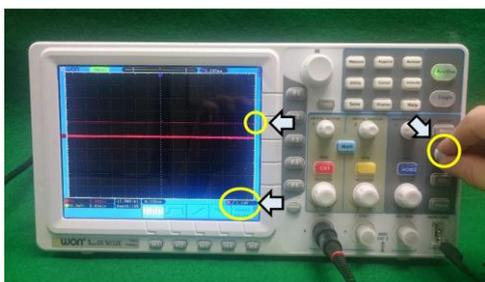

図 A-14 トリガーレベルの調整
- ① トリガー：どのような入力を見るべき信号とするのか決めなくてはならない。このきっかけの事をトリガー（信号と見なす“引き金”）と言う。オシロスコープでは、ある一定値の電圧レベルを超えた場合に信号と見なす、という設定ができる。これをトリガーレベルと言う。右端中央にある「TRIG LEVEL」つまみで調整でき、つまみを回すと自動でトリガーレベルの点線が表示される（図 A-14）。しばらくするとトリガーレベルラインは消えるが、画面右端に、紫色の三角でレベル位置が常に表示され、その下に電圧が表示されている。⌒のマークは電圧が上昇してトリガーレベルを超えたときにトリガーが働き測定が開始されることを意味している。下側の「H1」～「H4」のボタンで切り替えることができるが、ここではそのままにしておく。トリガーレベルは、見たい信号の電圧値の範囲内で、かつ、ノイズの電圧値以上に設定しておくのが理想である。